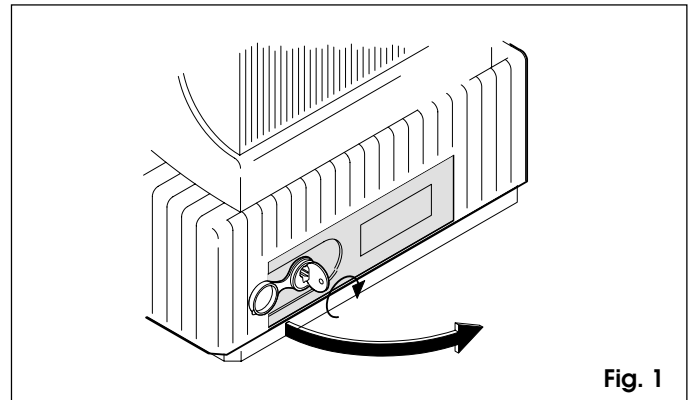

Fig. 1
Nel caso sia necessario azionare manualmente il cancello a causa di mancanza di corrente o disservizio dell'automazione, è necessario agire sul dispositivo di sblocco (fig.1-rif.6) come segue:
- togliere il tappo di protezione ed inserire l'apposita chiave in dotazione nella serratura (fig.1);
- ruotare la chiave in senso orario ed aprire lo sportello del dispositivo di sblocco come da fig. 1.